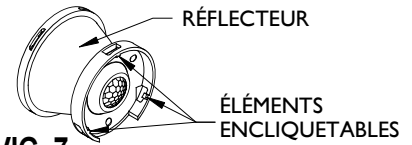

FIG. 7
INSTRUCTIONS POUR L'INSTALLATION DU RÉFLECTEUR (FIG. 7, 8 et 9)
1. Orienter le RÉFLECTEUR (vendu séparément) comme illustré (FIG. 7), pour aligner les éléments ENCLIQUETABLES avec les fentes situées sur le SUPPORT.